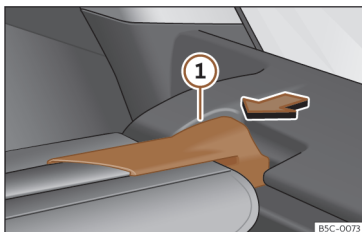

Fig. 176 En el maletero: desmontar la bandeja.
- Presione el soporte de la bandeja >>> **fig. 176** ① en el sentido de la flecha.
- Encaje el soporte de la bandeja >>> **fig. 176** ① en el alojamiento del otro lado.